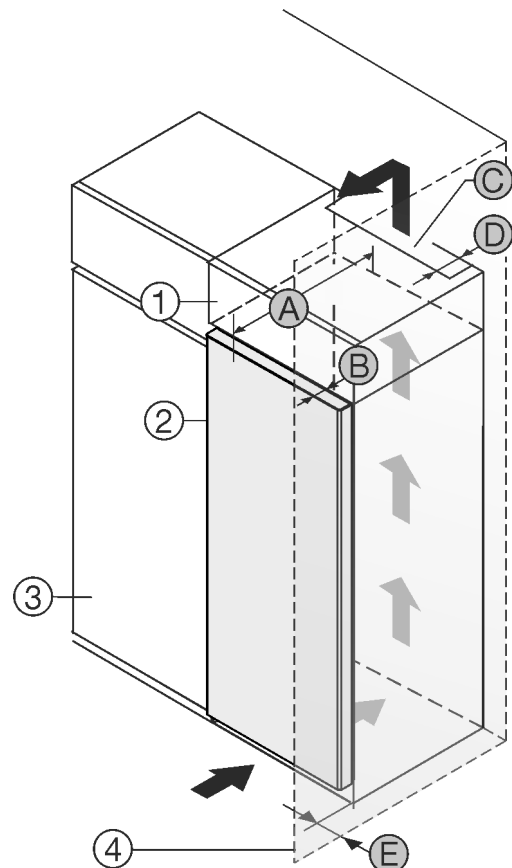

Fig. 1
Opstil apparatet lige ved siden af køkkenskabet Fig. 1 (3).
På bagsiden af overskabet skal der være en ventilationskanal med dybden Fig. 1 (D) over hele overskabets bredde.
Ventilationstværsnittet Fig. 1 (C) under rummets loft skal overholdes.
Hvis apparatet opstilles med hængslerne ved siden af en væg Fig. 1 (4), skal afstanden mellem apparatet og væggen være mindst 13 mm.
Hvis apparatet opstilles med hængslerne ved siden af en væg Fig. 1 (4), skal afstanden mellem apparatet og væggen være mindst 20 mm.
For at døren kan åbnes helt, skal apparatet rage frem med dørens dybde Fig. 1 (B) i forhold til køkkenskabets forside. Apparatet kan rage mere ud afhængigt af køkkenskabenes Fig. 1 (3) dybde og anvendelsen af vægafstandsholdere.